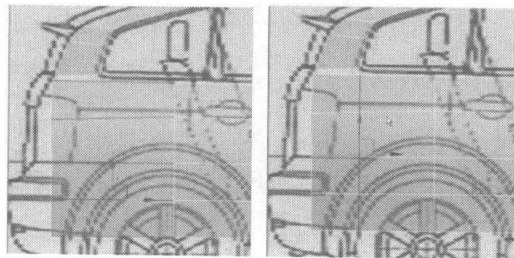
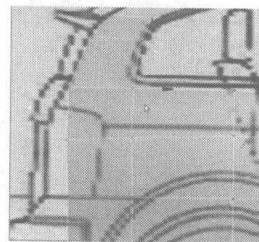

图 7.35
图 7.36
- 14 选择车身上的曲线，单击 **Connect** 按钮，添加一条曲线，然后移动位置，如图 7.35 所示。进入点物体层级，单击 **Target Weld** 按钮，焊接两个邻近的节点，如图 7.36 所示。